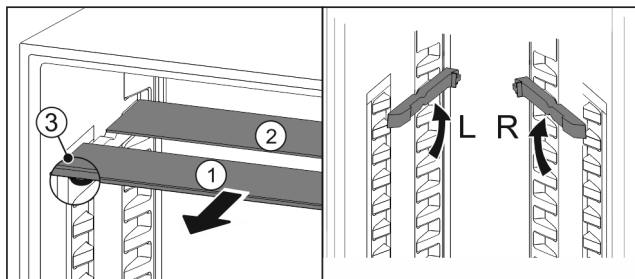

Fig. 94
- Tërhiqni një nga një pllakat e xhamit nga përpara Fig. 94 (1).
- Pllaka e xhamit Fig. 94 (1) me kornizën ndodhet përpara.
- Ndaluesit Fig. 94 (3) janë të drejtuar për poshtë.